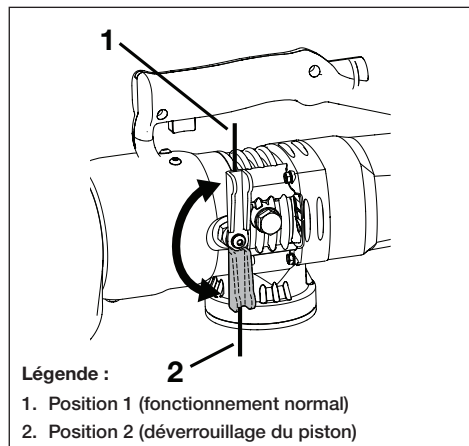

Figure 8, Levier de déverrouillage du piston
Avant d'utiliser le sectionneur, vérifiez que le levier de déverrouillage du piston est en butée vers la droite sur la position 1. Voir la Figure 8. Cela permettra au piston et à la lame mobile d'avancer lorsqu'une pression s'exerce sur l'interrupteur marche-arrêt.
4. Assurez-vous que le levier de déverrouillage du piston est bien tourné vers la droite en position 1. Voir la Figure 8.
10. Une fois la coupe terminée, relâchez la gâchette et ramenez le levier de déverrouillage du piston vers la gauche à la position 2. Reportez-vous à la figure 8.